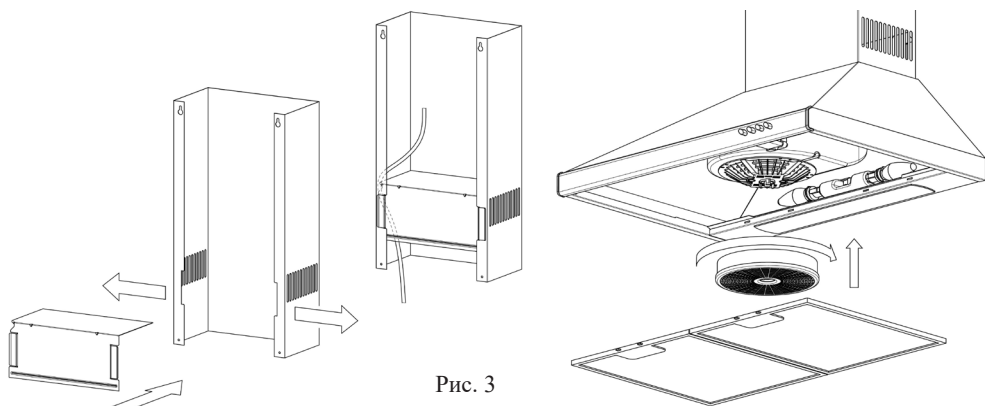

Рис. 3
**ВНИМАНИЕ!** МИНИМАЛЬНОЕ РАССТОЯНИЕ МЕЖДУ ПЛОСКОСТЬЮ УСТАНОВКИ ПОСУДЫ НА ПЛИТУ (НАГРЕВАТЕЛЬНОЙ ПОВЕРХНОСТЬЮ) И ВОЗДУХООЧИСТИТЕЛЕМ ДОЛЖНО БЫТЬ 75 см. ВОЗДУХООЧИСТИТЕЛЬ КРЕПИТЬ НА РОВНУЮ ПОВЕРХНОСТЬ (рис. 3).
- 6.7 **ДЛЯ РАБОТЫ В РЕЦИРКУЛЯЦИОННОМ РЕЖИМЕ** установите заслонку в трубу нижнюю так, чтобы сетевой шнур проходил через подогнутый уголок заслонки. При установке разведите в стороны боковые плоскости нижней декоративной трубы и поочередно вставьте проушины заслонки в пазы на задних полках (рис. 3). Для установки фильтра угольного кассетного, оденьте его на фиксирующие элементы в центре вентилятора и поверните по часовой стрелке до упора (рис. 3). Демонтаж производится в обратном порядке.